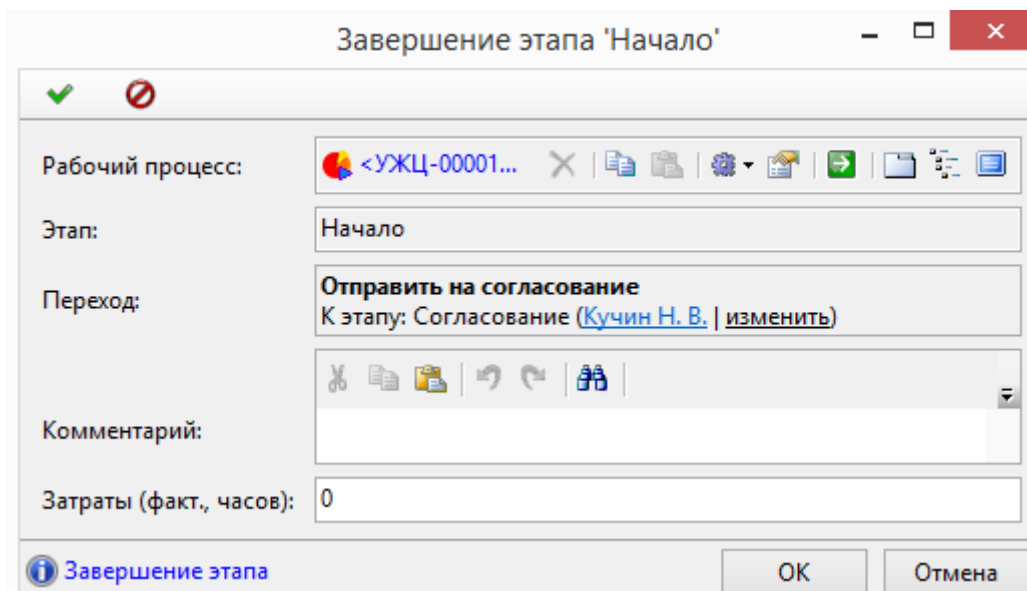

Рисунок 184 — Форма завершения этапа «Начало»
- нажать кнопку ОК. Этап завершён, следующая задача пришла другому пользователю (Рисунок 184);